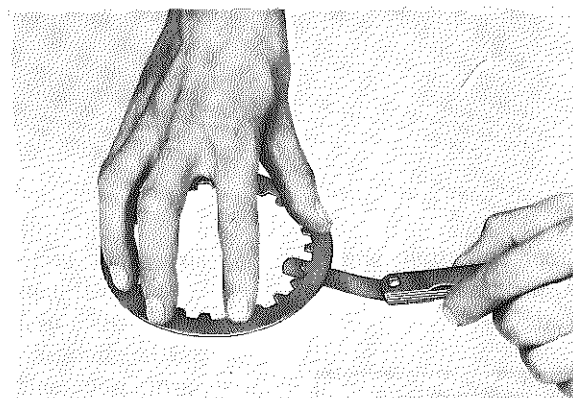

Fig. 3-3-22
3. Check each clutch plate for signs of heat damage and warpage. Place on surface plate (Plate glass is acceptable) and use feeler gauge as illustrated. If warpage exceeds tolerance, replace. (Fig. 3-3-22)
3. Vérifier si les disques intérieurs ne sont pas gauchis ou endommagés par la chaleur. Les poser sur un marbre à dresser (une plaque de verre suffit), et les vérifier à l'aide d'un calibre à lames, de la manière indiquée. Remplacer en cas de gauchissement excessif (Fig. 3-3-22).
3. Die einzelnen Kupplungsscheiben (Mitnehmerscheiben) auf Anzeichen von Wärmeeinwirkungsschäden und Verwindung prüfen. Die Scheiben auf eine Richtplatte (Tafelglas ist gestattet) legen, und eine Fühlerlehre wie in der Abbildung gezeigt benutzen. Wenn die Verwindung die zulässige Toleranz überschreitet, Scheibe ersetzen. (Fig. 3-3-22)